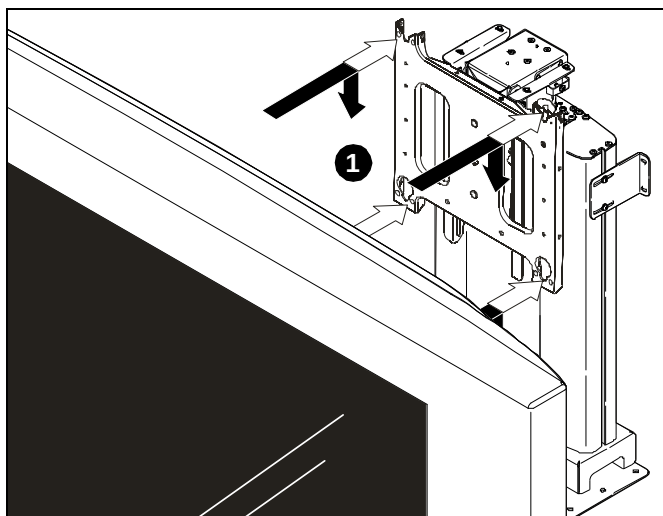
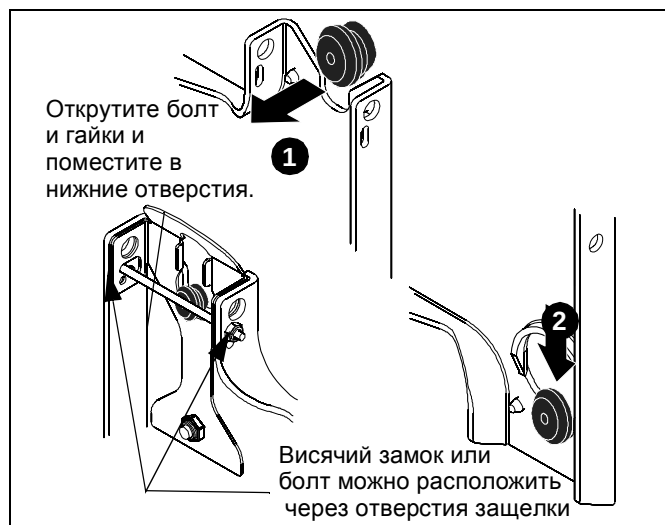

рис. 9
рис. 10
1. Поддерживая монитор с двух сторон, выровняйте положение четырех монтажных крепежей на мониторе или соединительный кронштейн с четырьмя монтажными отверстиями на лицевой панели. (см. рис. 9) и (см. рис. 10)
2. Опустите монитор на место до щелчка, чтобы убедиться, что поверхность с выемкой монтажных крепежей правильно установлена в нижней части монтажных отверстий и сработал механизм защелкивания. (см. рис. 9) и (см. рис. 10)
верхних отверстий и поместить в нижние отверстия, чтобы они выступали в качестве фиксирующего устройства в течение более длительного времени. (см. рис. 10)